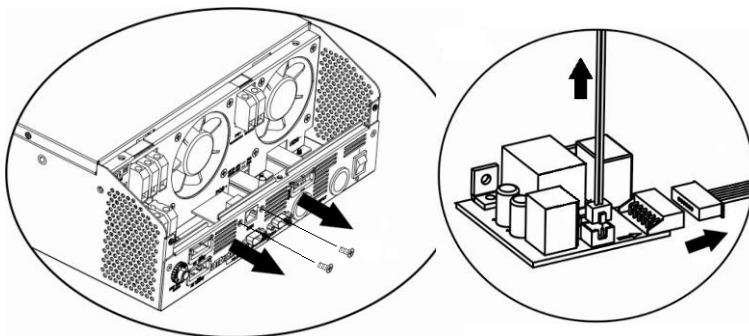

Abb. 5-3 Entnahme der Kommunikationskarte.
- Schritt 1, lösen Sie die beiden Schrauben wie nachfolgend gezeigten Abbildung (Abb. 5-3) und entfernen die Kommunikationskarte. Dafür müssen die beiden Verbindungskabel abgezogen werden. Kennzeichnen Sie das Kabelpaar, denn diese müssen später wiederverbunden werden.